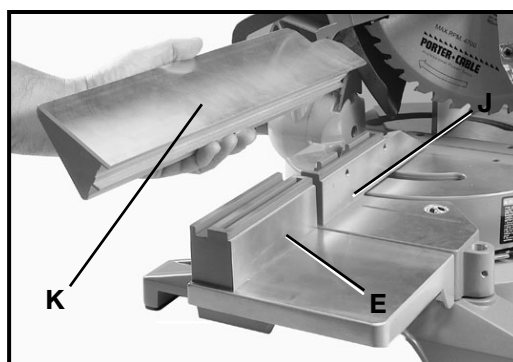

Fig. 7F
6. Placez le guide coulissant (K) fig. 7F en position sur le dessus du guide (J) et sur le support du guide coulissant (E). Faites glisser le guide coulissant (K) en faisant plusieurs mouvements de va-et-vient pour vérifier l'alignement du support du guide coulissant (E) et faites un réglage final du support du guide coulissant si cela est nécessaire.